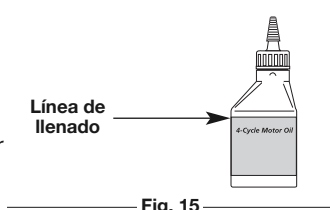

Fig. 15
**NOTA:** Use la botella vacía que guardó del uso inicial para medir la cantidad correcta de aceite. Llene la botella hasta la parte superior de la etiqueta, aproximadamente hasta 3.04 onzas fluidas (90 ml) de aceite (Fig. 15).